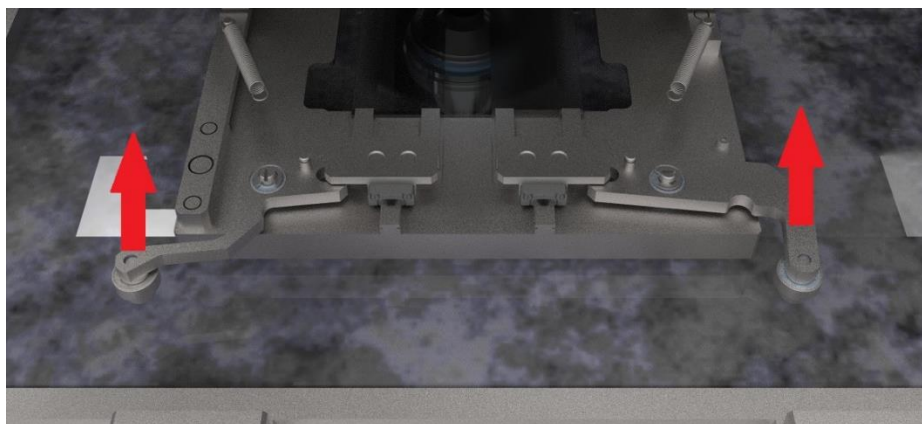

Figure 44 : Nettoyage de la platine
- 1) Poussez les leviers à ressort des deux côtés de la platine comme illustré à la Figure 44.